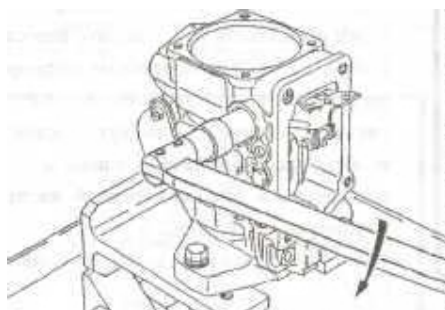

Рис.67.Установка рычага регулятора в корпус ТНВД
3. С помощью торцевой головки (157914-2700) установите узел главного рычага регулятора (95) в корпус ТНВД,используя для этого два болта (104) и шайбы (105) (рис. 67). **ПРИМЕЧАНИЕ:** Убедитесь, что узел главного рычага движется без заеданий.